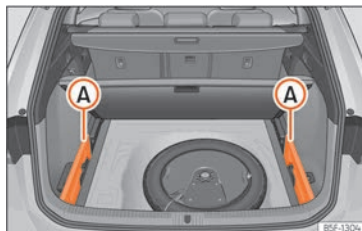

Fig. 128 Dans le coffre à bagages : logement de rangement de la plage arrière.
- Retirez les caches gauche et droit »» fig. 128 (A).